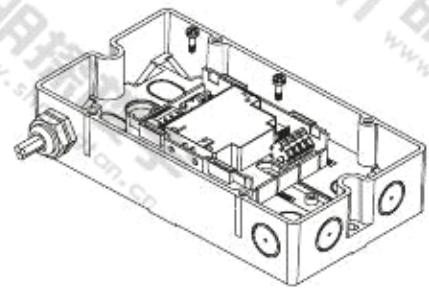

图 3
- 保护盒 FDCH221 安装（图 3）
5. 使用两颗 M3 x 12 螺钉将模块固定在保护盒内（图 3）。